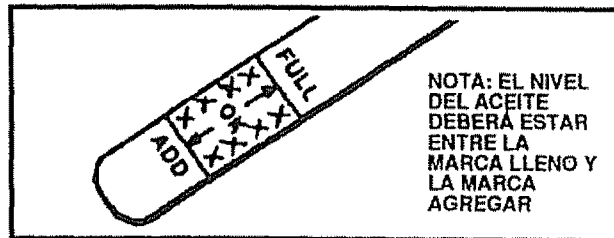

FIG. 19
Inspeccione el nivel de aceite en el cárter (vea la Fig. 19) antes de encender el motor y después de cinco (5) horas de uso continuo. Agregue aceite de motor S.A.E. 5W30 según se requiera. Ajuste la tapa/varilla de medición cada vez que verifique el nivel de aceite. En zonas donde la temperatura baja a  $-6,7^{\circ}\text{C}$  ( $20^{\circ}\text{F}$ ) o menos, puede usar aceite S.A.E. 5W30 para facilitar el arranque del motor.